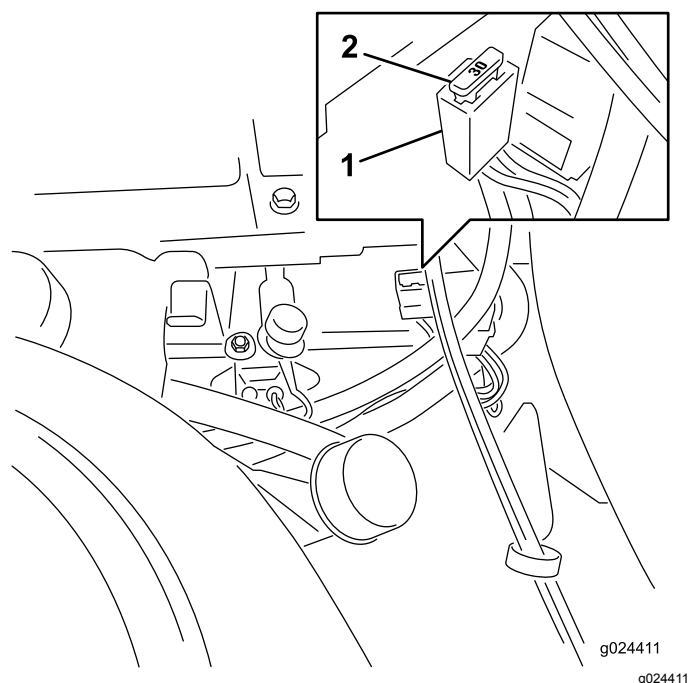

Figure 46
Remarque: Les fusibles sont situés sur la console droite, près du siège (Figure 46).
1. Pour remplacer le fusible principal, tirez-le en ligne droite hors du porte-fusibles (Figure 46).
4. Placez un fusible devant la fente du porte-fusibles (Figure 46).
5. Poussez le fusible dans le porte-fusibles jusqu'à ce qu'il soit complètement engagé (Figure 46).